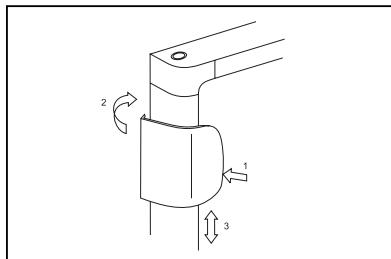

Figura 15.
10. Montaje del tirador de la puerta (Figura 15), opcional